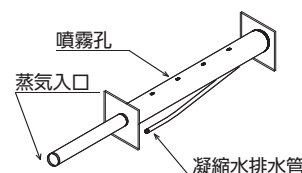

図3-17 蒸気加湿管
- ・口径の異なるステンレス製の管を内外2重に組んだ構造となっています。(図3-17参照)